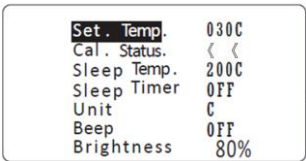

图 9
3.5 当 Cal. Status 显示“<<<<”(见图 9)，表示焊台温度向下调整已经达限制或校温幅度过大，出于机器安全考虑，此时无法再继续向下调整温度，但可向上调整。